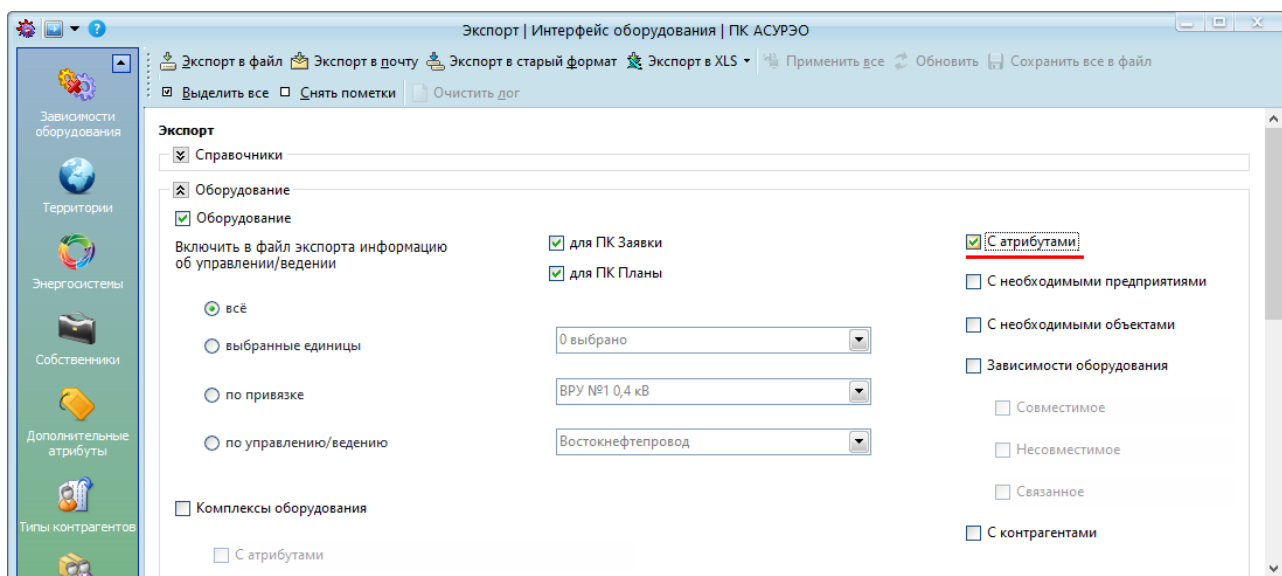

Рисунок 21.17 – Экспорт оборудования с атрибутами
- «*С атрибутами*» - в файл экспорта вносится оборудование с атрибутами и информация о видимости атрибута (Рисунок 21.17) (файл экспорта – [Идентификатор выбранного предприятия]_DeviceSettings.xml).